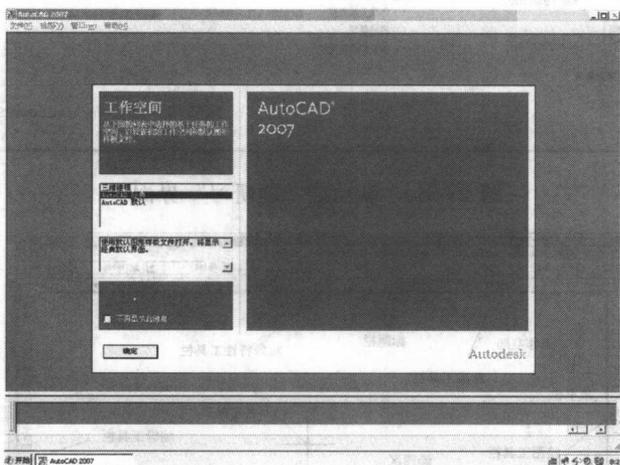
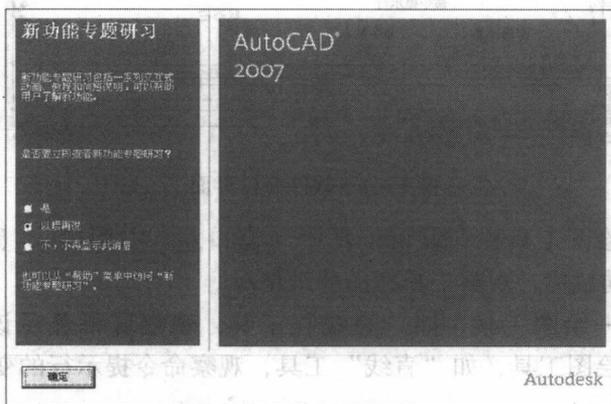

图 1-1 “工作空间”对话框
图 1-2 “新功能专题研习”对话框
(1) 双击 AutoCAD 2007 快捷图标，或执行“开始→所有程序→AutoCAD 2007”。第一次启动软件后，首先出现选择“工作空间”对话框，选择“AutoCAD 经典”，单击“确定”按钮，如图 1-1 所示。在出现“新功能专题研习”对话框中，选择“以后再说”，单击“确定”按钮，如图 1-2 所示。